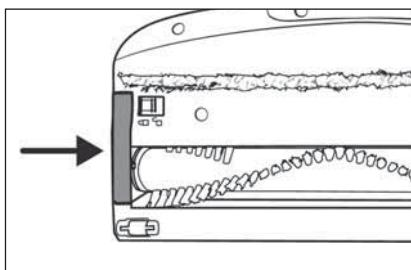

Fig. 27
- 5) Insérez le rouleau de brosse ⑩ dans la brosse de sol ⑪. Pour cela, tournez légèrement le rouleau brosse ⑩ pour pouvoir l'utiliser plus facilement.
- 6) Replacez le support de rouleau de brosse **19** dans la brosse de sol **21**. Poussez-le vers le bas jusqu'à ce qu'il s'enclenche dans la brosse de sol **21** avec un clic (voir fig. 27).